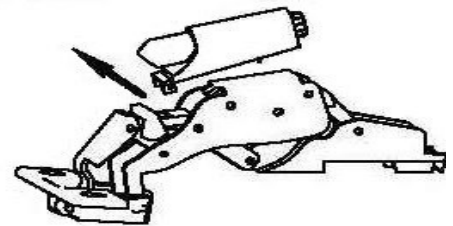

Fig. 12
3. Set shelves on the shelf brackets, press to snap in place. (Fig 12)
3. Coloque los estantes en los soportes para estantes, presione para trabar en su lugar. (Fig. 12)